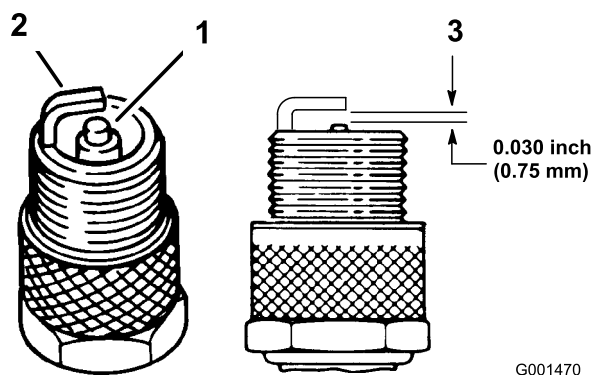

Figura 49
2. Verifique a folga entre os eletrodos central e lateral (Figura 49).
3. Se a folga não estiver correta, dobre o eletrodo lateral (Figura 49).
1. Veja a parte central das velas de ignição (Figura 49). Cobertura castanha ou cinzenta no isolante indica que o motor está a funcionar corretamente. Cobertura preta no isolante indica que o filtro de ar está sujo.
3. Ligue os cabos às velas de ignição (Figura 49).